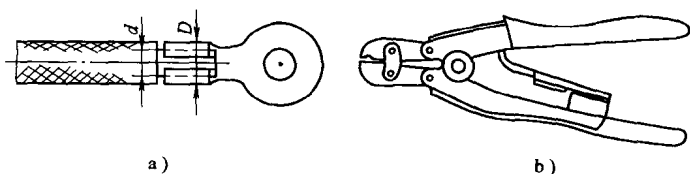

图 1-8 压接钳
7. 压接钳 压接钳是用于连接铝导线的专用工具, 如图 1-8 所示。过去导线与接线端子是通过锡焊连接的, 近来逐步以冷挤压压接法代替。